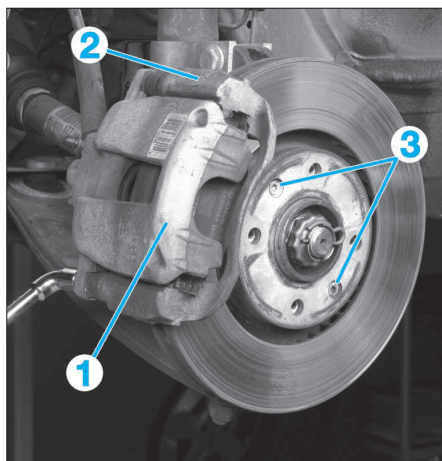

FIG. 9
- Déposer l'étrier (1) et son support (2) (Fig.9) (voir également opération correspondante).